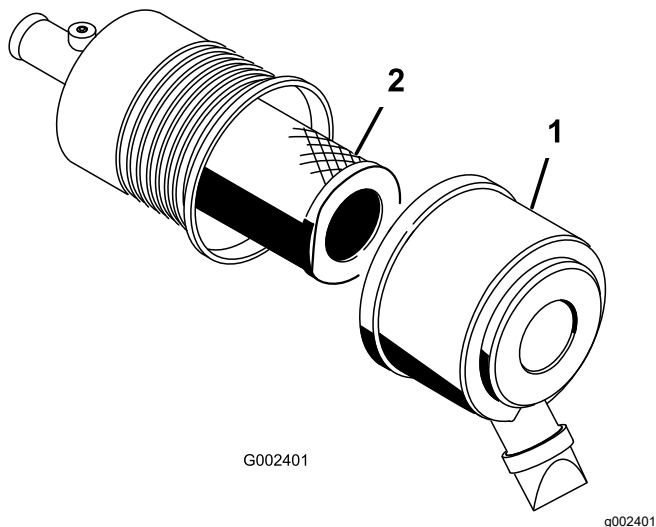

Figure 44
1. Déverrouillez le filtre à air et détachez le couvercle du boîtier du filtre (Figure 44).
3. Sortez l'élément filtrant du boîtier du filtre à air avec précaution (Figure 44).
5. Insérez le filtre sur le tube du boîtier avec précaution (Figure 44).
6. Reposez le couvercle du filtre à air, le côté en haut, et verrouillez-le (Figure 44).